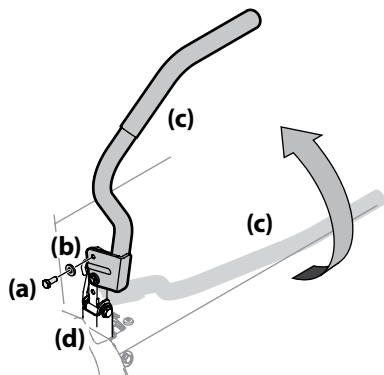

Figura 2-6
1. Retire los tornillos hexagonales y las (a) arandelas planas del (b) paquete de elementos de ferretería de la bolsa del manual. Consulte la Figura 2-6.
2. Levante y gire esa palanca de control (c) hacia arriba hasta que el orificio ranurado del soporte de la palanca de control (c) se alinee con uno de los orificios del soporte de pivote (d). Consulte la Figura 2-6.
3. Deslice la arandela plana (b) hacia el tornillo hexagonal (a). Desde afuera, inserte el tornillo hexagonal (a) con la arandela plana (b) a través del soporte de la palanca de control (c) y el orificio del soporte de pivote (d). Consulte la Figura 2-6. Ajuste el tornillo hexagonal (a) con una llave de 1/2 in, pero no lo ajuste completamente.